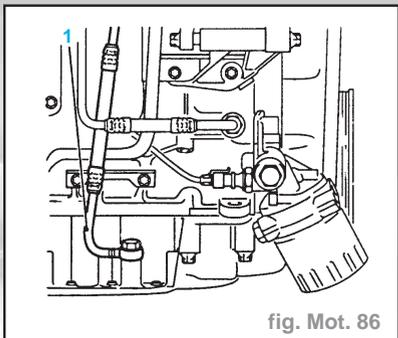

fig. Mot. 86
du turbocompresseur (1) de la partie supérieure du carter d'huile. Être attentif aux bagues d'étanchéité (fig. Mot. 86).